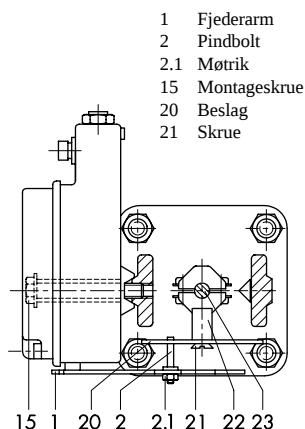

Fig. 4 · Montage af positioner med NAMUR-beslag (F.eks., SAMSON-ventiler i 240 serie)
2.1 Montage af positioner med NAMUR-beslag (Fig. 4)